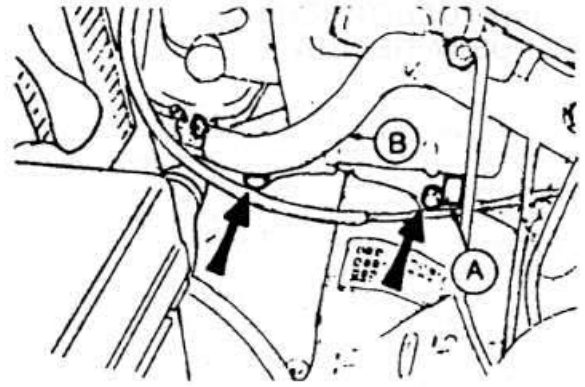

Рис. 3.39
- ♦ Отсоедините кронштейны троса педали газа от двигателя и коробки передач (рис. 3.39).